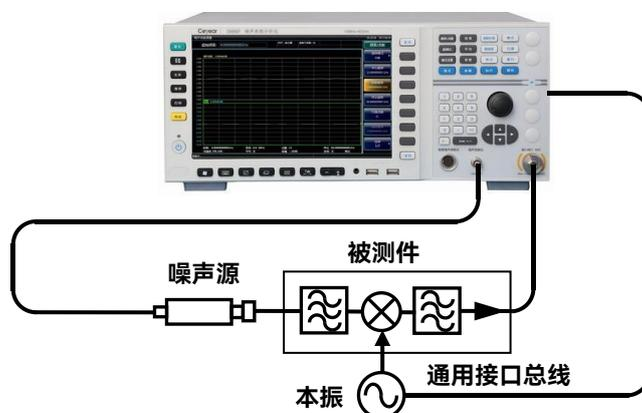

图 4.8 上、下变频器测量模式测量连接
**步骤3.** 校准完成后在噪声源输出和噪声系数分析仪的输入端口（50Ω）之间插入被测件进行测量，变频器测试模式的测量连接如图4.8所示。